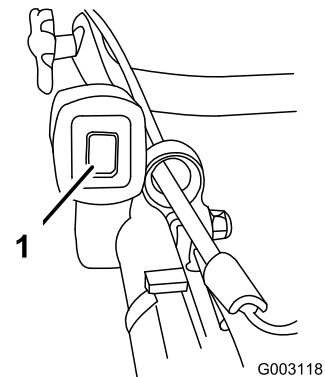

Figure 14
1. Poussez le commutateur d'allumage en position contact établi (I) (Figure 14).